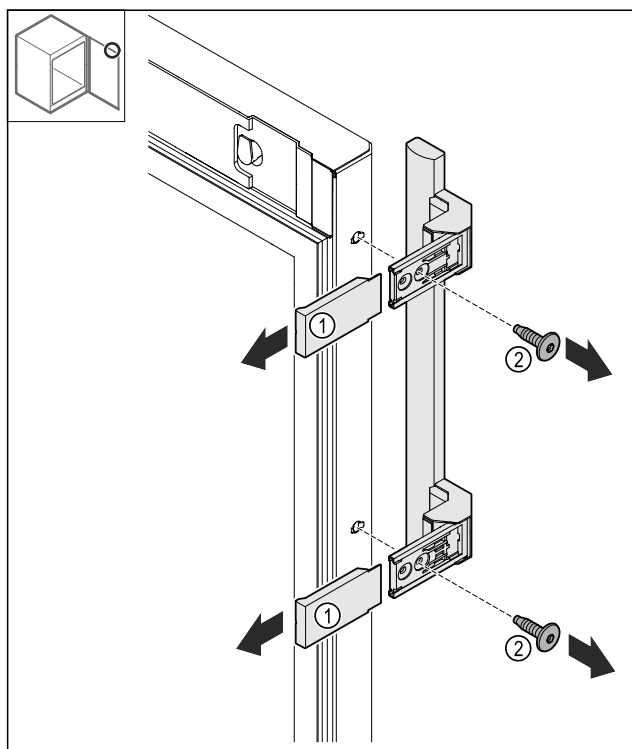

Fig. 25
- Dra av skydden Fig. 25 (1).
- Lossa skruvarna Fig. 25 (2).